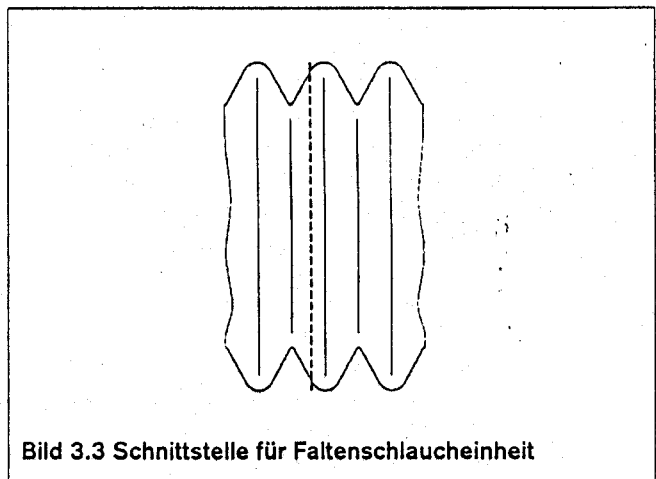

Bild 3.3 Schnittstelle für Faltenschlaucheinheit
- Gummischutzinge (Bild 3.3: Pos. 4) an den Anschlußstekern (Bild 3.3: Pos. 2) abheben und Kabelbinder (Bild 3.3: Pos. 5) durchschneiden
- Faltenschläuche (Bild 3.3: Pos. 3) von Anschlußstecker abziehen
- O-Ringe (Bild 3.3: 1) der Anschlußstecker entfernen, O-Ringe und Stecker reinigen, O-Ringe prüfen, ggf. neu fetten und auf den Anschlußstecker montieren
Bestimmen Sie die gewünschte Länge der Faltenschläuche und schneiden sie dann von der Seite der Anschlußstecker her eine entsprechende Anzahl an Falten ab. Die Schnittstelle sollte an einer Stelle wie in Bild 3.3 gezeigten Stelle stattfinden. Die Schnittkante sollte möglichst gerade und ohne Einschnitte sein, die zum Einreißen des Schlauchmaterials führen.